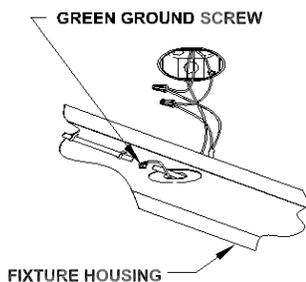

Figure 4
6. Ground fixture as follows. Secure the green or bare copper ground wire from the outlet box under the green screw. If house wiring includes no ground wire, consult electrician. **See Fig. 4.**
7. Connect white fixture wire to white power supply wire with wirenut. Connect black fixture wire(s) to black power supply wire with wirenut. **See Fig. 4.**
6. **Conecte la instalación a tierra como se indica a continuación:** Asegure el cable verde de puesta a tierra o sin recubrimiento de la caja de distribución debajo del tornillo verde. Si el cableado de la casa no incluye cables conectados a tierra, consulte a un electricista. **Consulte la Fig. 4.**
7. **Conecte el cable blanco de instalación** al cable blanco del suministro de energía con las tuercas para conexión de cables. Conecte los cables negros de la instalación al cable negro del suministro de energía con las tuercas para conexión de cables. **Consulte la Fig. 4.**